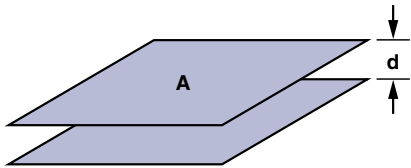

图 5. 两极板间的电容
当寻找有问题的寄生源时，可能用得着几个计算上述那些寄生电容尺寸的基本公式。公式 (1) 是计算平行极板电容器（见图 5）的公式。